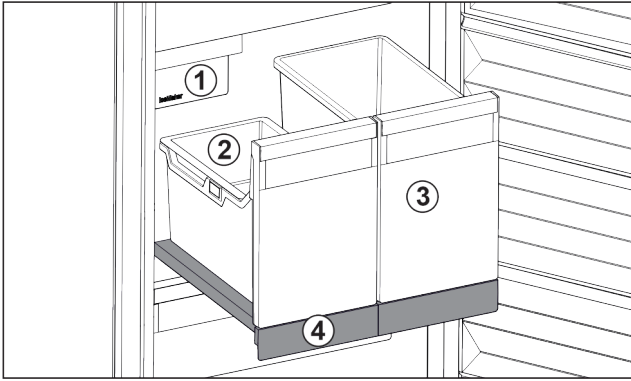

Fig. 28 Uitschuifplateau met IceTower
- (1) IceMaker
- (2) Inhangschalen voor ijsblokjes
- (3) Bakken voor bijv. pizza, alcoholische dranken
- (4) Uitschuifplateau
Op het uitschuifplateau bevinden zich twee hoge bakken (IceTower). In de bak Fig. 28 (2) worden ijsblokjes uit de IceMaker verzameld en bewaard. Bak Fig. 28 (3) is geschikt voor het bewaren van hoge levensmiddelen zoals pizza's of alcoholische dranken.